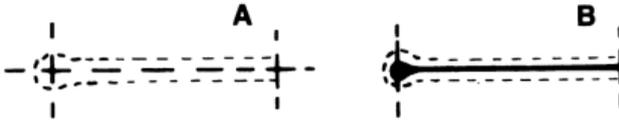

Рис. 126
— Используя тонкую шелковую нить подходящего цвета, проложите наметку мелкими стежками «вперед иголку», а лучше мелкими плотными стежками «назад иголку», на расстоянии максимум 0,2 мм вокруг отметки (рис. 126 А) (см. рис. 2 В).
3. Разрежьте ножницами ткань вдоль отметки, затем проделайте крохотную дырочку в закруглении, т. е. точно в месте пересечения нити разметки (рис. 126 В).
Этот способ подходит только для довольно плотных тканей или тканей, использующихся при пошиве мужской одежды, поскольку вполне достаточно закрепки, сделанной стежками «назад иголку» (рис. 126 В).